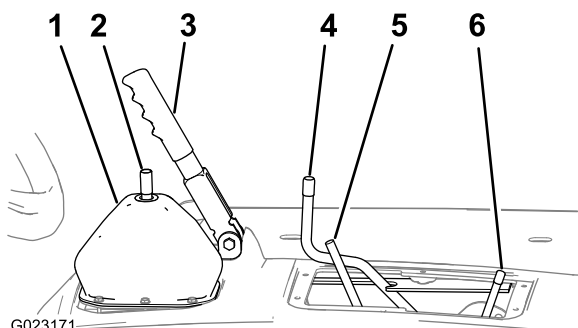

Figure 11
1. Vérifiez que le frein de stationnement est serré (Figure 11).
2. Déplacez la tige de blocage du différentiel en avant et vers la droite pour la verrouiller en position engagée (Figure 11).